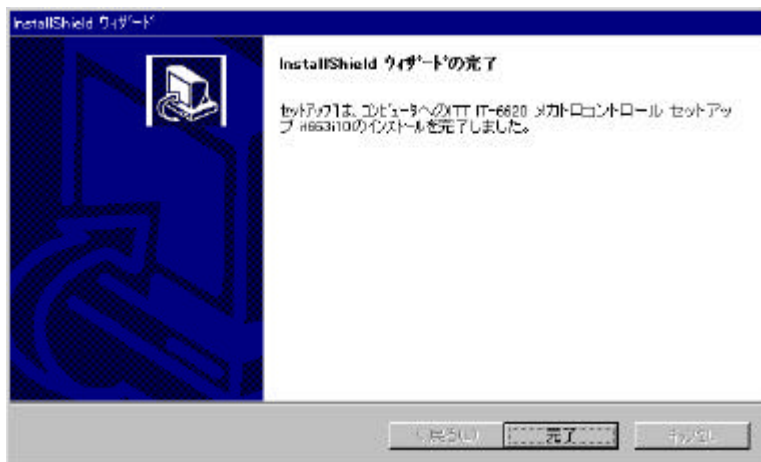

図 9 インストールの完了画面
(10) コピーが終了するとインストール完了の図9が表示されます。